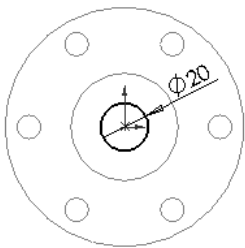

图4-12 标注尺寸3
**15** 标注尺寸。单击“草图”控制面板中的“智能尺寸”按钮，标注**13**中绘制圆的直径，如图4-12所示。